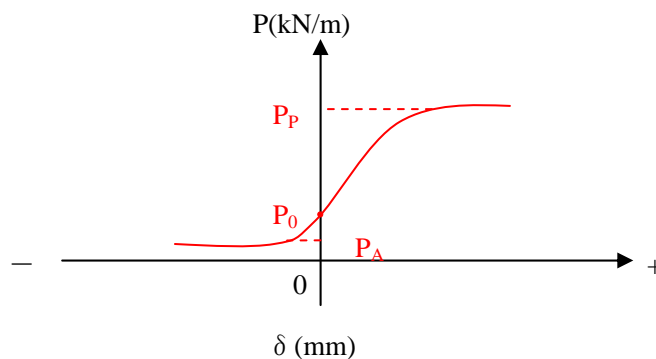

Fig.1
5. 土圧の模型実験で, 壁体の水平変位量 δ (裏込め材に向かう方向を+)と土圧の合力 P の関係曲線の一例を Fig.1 の座標軸上に図示し, 図中に主働土圧 P_A , 受働土圧 P_P , 静止土圧 P_0 を記入せよ。(具体的な数値は不要。)